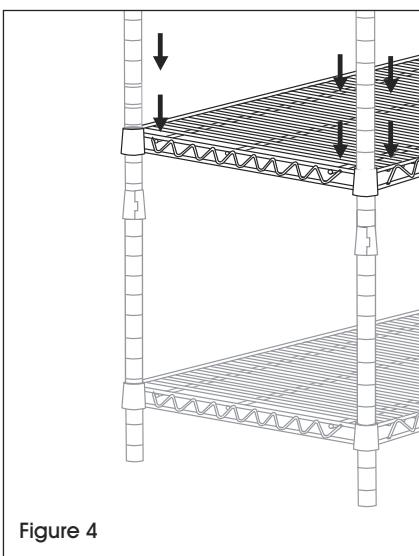

Figure 4
4. En commençant au-dessus du premier support de tablette, comptez huit rainures et enclenchez un support de tablette au-dessus de cette huitième rainure. Répétez cette étape pour les autres montants. Ajoutez et fixez la tablette. (Voir Figure 4)